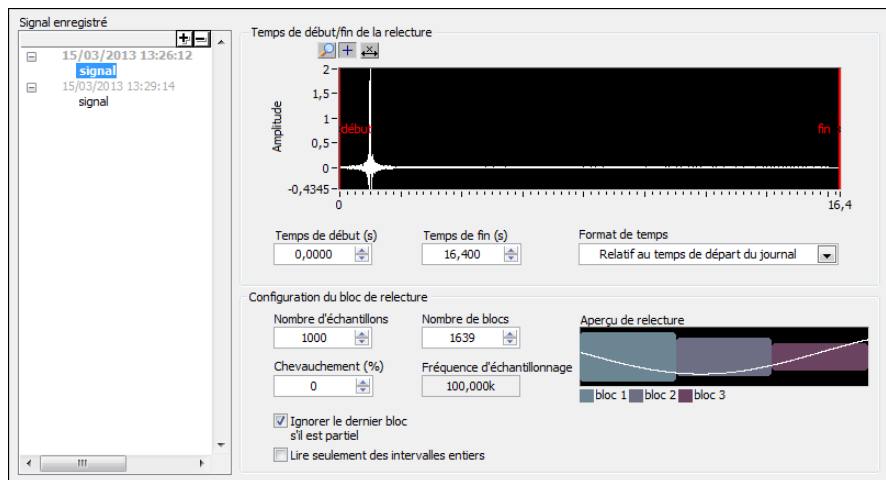

Figure 4-5. Onglet Options de relecture
1. Sélectionnez **Affichage»Options de relecture** pour afficher l'onglet **Options de relecture**, comme le montre la figure 4-5.